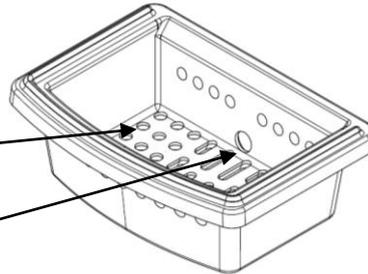

Figure 11
- Le foyer (figure 11) est l'élément de la cuisinière destiné à la combustion de granulés. Il est recommandé de le nettoyer à l'aspirateur après chaque utilisation. Pour effectuer le nettoyage, enlever le foyer et le nettoyer des cendres, des scories et des granulés non brûlés. Après le nettoyage, remettre le foyer à sa place et le fixer soigneusement pour assurer le bon fonctionnement de la cuisinière. Le foyer doit reposer en position horizontale, il ne doit pas être incliné! La bande d'étanchéité du côté inférieur du foyer doit être fixée à sa place et ne doit pas être abîmée.